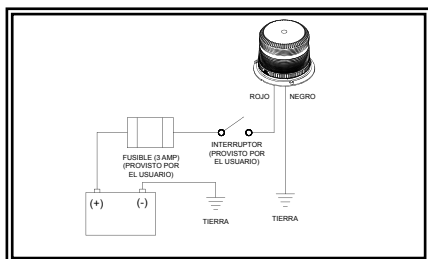

Figura 3
4. Conecte los cables de alimentación como se indica en la sección de cableado (vea la figura 3).
La configuración del cableado se muestra en la figura 3 a continuación. Todo el cableado debe ser como mínimo 18 AWG. Se puede utilizar un interruptor para controlar la función de encendido-apagado. El cable negro (negativo) se conecta con la descarga a tierra de la batería.